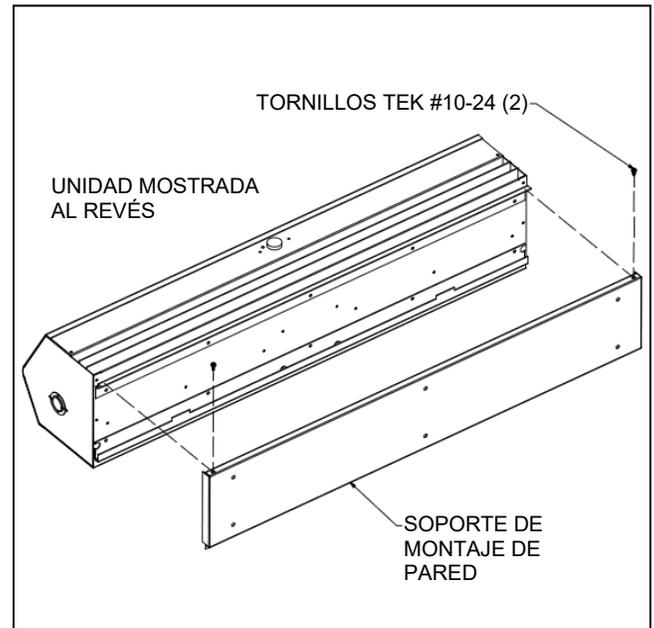

FIG. 1
2. Coloque la unidad sobre su parte superior con las paletas direccionales apuntando hacia arriba y retire los tornillos Tek de la placa de montaje en la pared, justo detrás de la boquilla de descarga, y retire la placa de montaje de la unidad. (FIG. 1) Mida la placa de montaje y céntrala sobre la abertura. La cortina de aire debe ser igual o mayor que el ancho de la abertura.